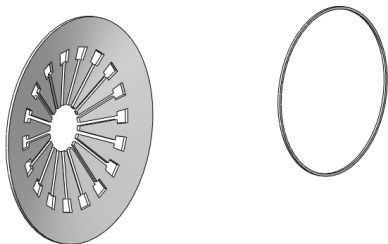

图 5-28 隐藏零部件并导入支撑环
STEP 5 同 **STEP 2** 操作，首先将离合器盖和支撑环隐藏，然后再导入一个支撑环，如图 5-28 所示。